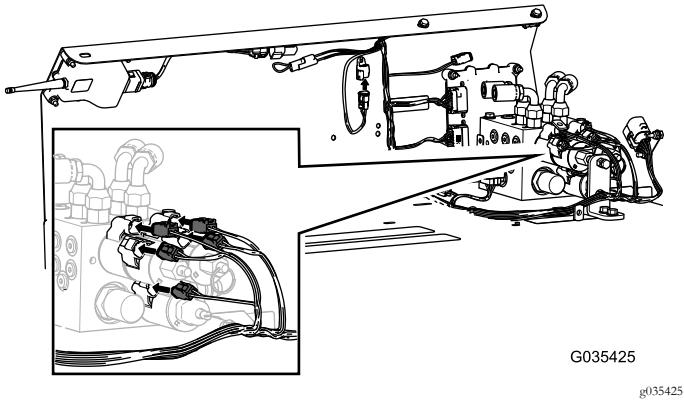
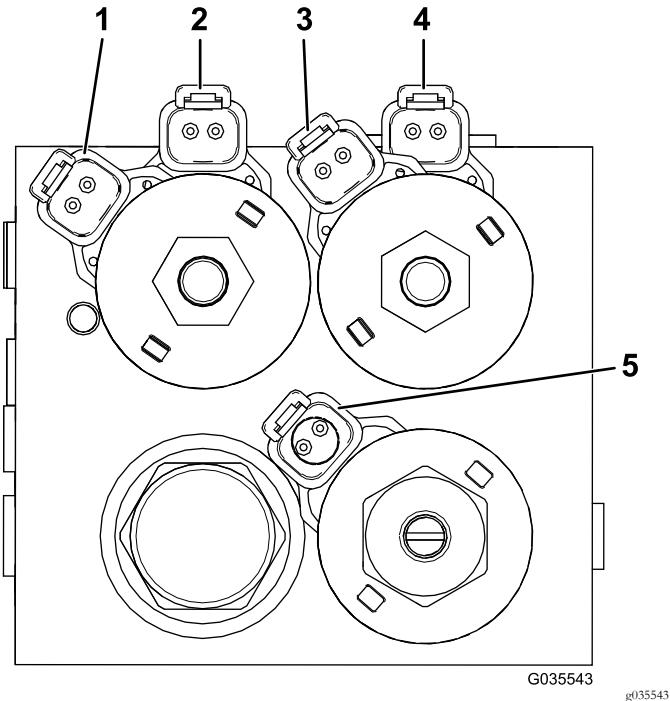

Figura 16
Figura 17
8. Collegate i 5 connettori del cablaggio nei punti appropriati sul blocco idraulico; fate riferimento a Figura 16 e Figura 17.